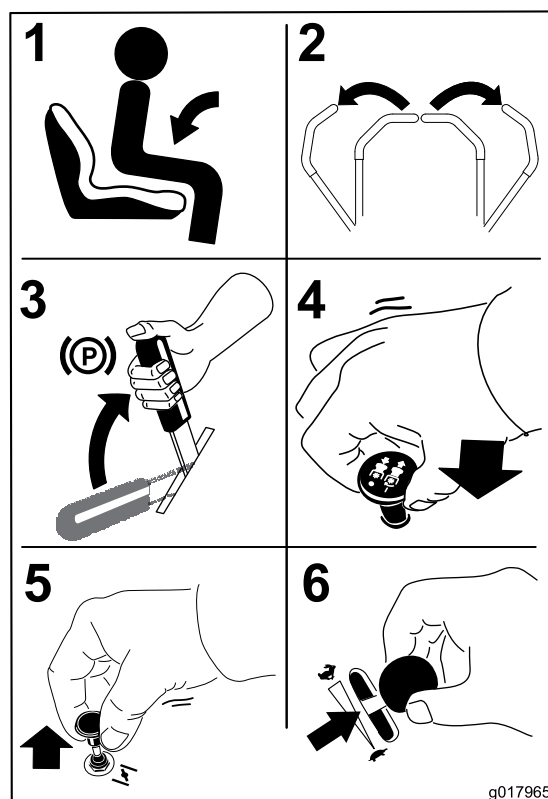

Figure 19
1. Prenez place sur le siège (Figure 19).
2. Écartez les commandes de déplacement vers l'extérieur en position de verrouillage au point mort (Figure 19).
4. Placez la commande des lames (PDF) en position désengagée (Figure 19).